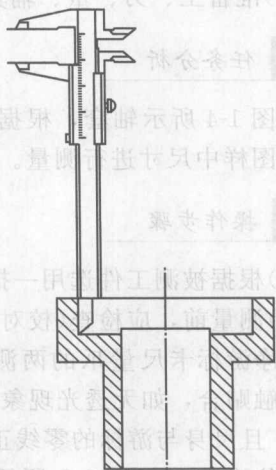

图 1-12 用游标卡尺测工件内孔深度
1)测量时,应将测深杆伸长到略大于被测尺寸,将尺身的测量面贴紧工件,然后轻轻移动游标,使测深杆的测量面也紧靠工件,并使卡尺测量面的边线紧贴于被测表面,然后将紧固螺钉拧紧,如图 1-12 所示。